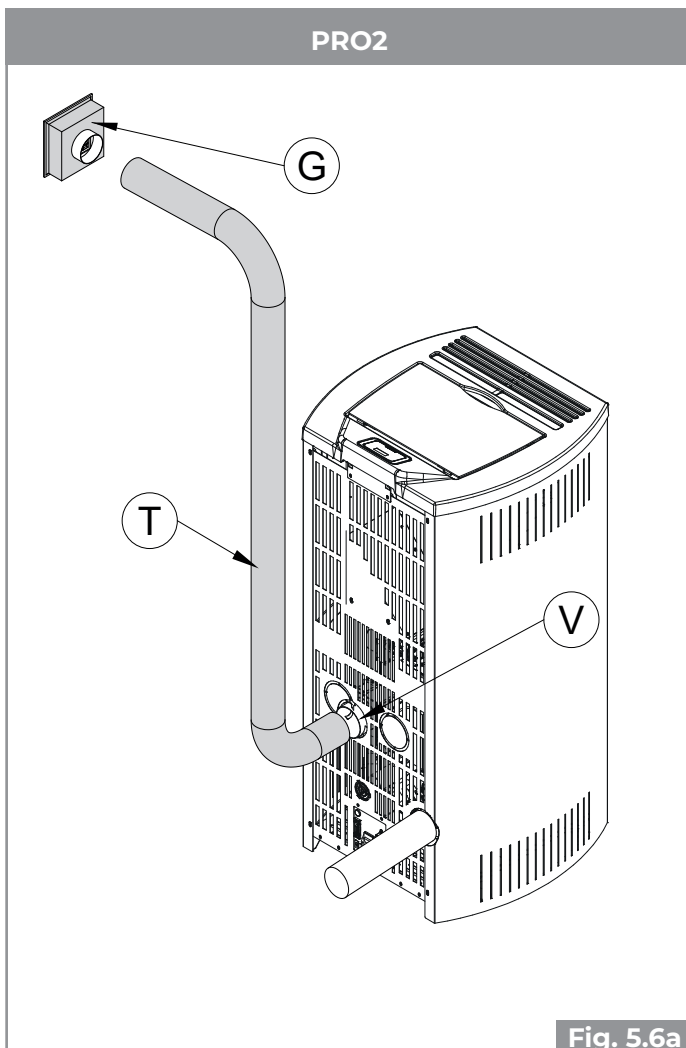

Fig. 5.6a
Per poter collegare la stufa all'impianto di riscaldamento canalizzato è necessario collegare al ventilatore posteriore (V) un tubo di diametro 80 mm (T) da un lato e alla bocchetta di distribuzione aria (G) dall'altro. Fissare con fascetta stringitubo di diametro 80 mm (Fig. 5.6a-b).